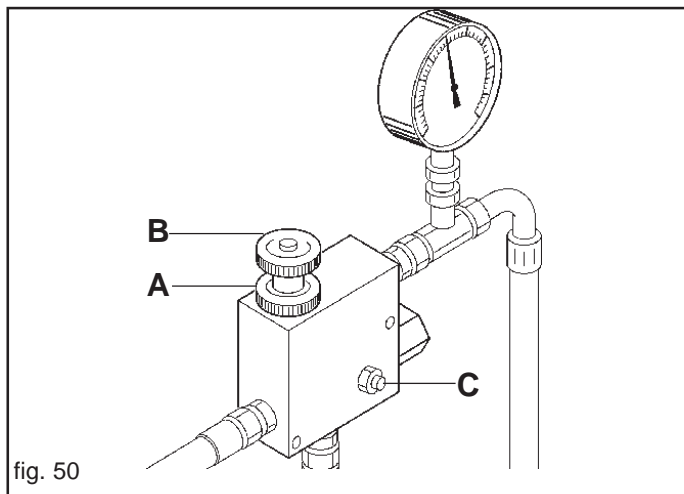

fig. 50
Si vous voulez augmenter la vitesse de rotation de la turbine pour le semis de semences plus lourdes agir avec grande prudence en opérant comme suit (Fig. 50):
- desserrer le collier de serrage (A, Fig. 50);
- tourner en sens horaire ou contraire le volant (B) pour diminuer ou augmenter la pression et par conséquent le nombre de tours de la turbine.
Il est interdit pour quelque motif que ce soit de toucher à la vis (C, Fig. 50) car cela pourrait provoquer la rupture du moteur ou de la pompe. Nous rappelons également que, lors des actionnements suivants de l'installation, avec huile froide et position du régulateur inchangée, on remarque au début une augmentation de la vitesse de la soufflante. Ensuite, une fois la température optimale atteinte, la vitesse revient à la vitesse programmée.